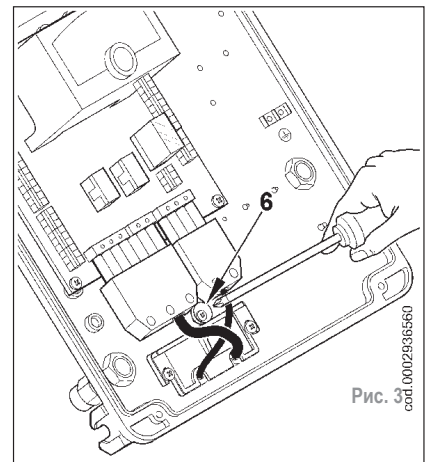

Рис. 3
- Снова установить пластину крепления кабелей (рисунок 3). Повернуть эксцентрик (6) так, чтобы пластина оказывала надлежащее давление на кабели, затем затянуть винты крепления пластины. В завершение, подсоедините 7-ми и 4-х штырьковый разъёмы.